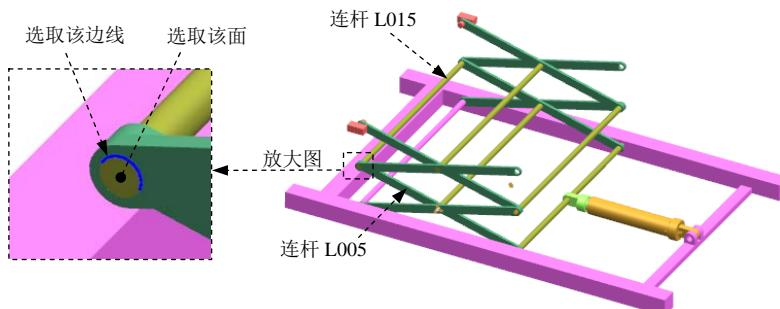

图 10.5.16 定义旋转副（六）
(1) 选择连杆。选取图 10.5.16 所示的连杆 L015。
(2) 定义原点及矢量。在“运动副”对话框**操作**区域的**指定原点**下拉列表中选取“圆弧中心”**◎**选项，在模型中选取图 10.5.16 所示的圆弧为定位原点参照；选取图 10.5.16 所示的面作为矢量参考面。
(3) 添加啮合连杆。在“运动副”对话框的基本区域中选中**啮合连杆**复选框，单击**选择连杆 (0)**，选取图 10.5.16 所示的连杆 L005。
(4) 定义啮合连杆原点及矢量。在“运动副”对话框**基本**区域的**指定原点**下拉列表中选取“圆弧中心”**◎**选项，在模型中选取图 10.5.16 所示的圆弧为定位原点参照；选取图 10.5.16 所示的面作为矢量参考面。
(5) 单击 **应用** 按钮，完成第八个运动副的添加。